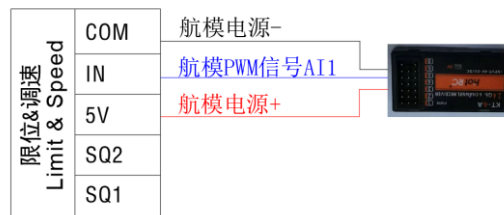

图 4.11 航模 PWM 的接线
- 航模 PWM：信号地接 COM，航模 PWM 输入接 IN，通过调整输入航模 PWM 信号脉宽时间对电机的速度或驱动 PWM 大小和方向进行控制，如图 4.11 所示。